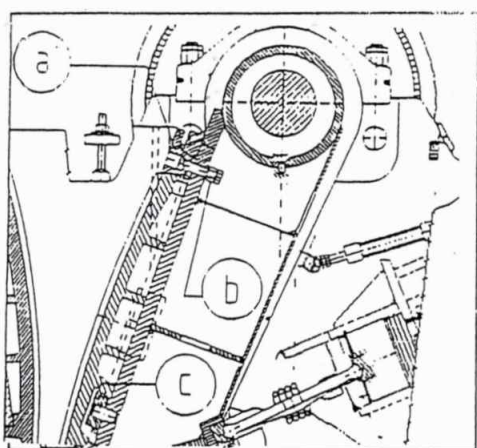

fig. 5
- Sbloccare i cunei di bloccaggio (fig. 5/A) svitandone la tiranteria (fig. 5/B) (i dadi sono raggiungibili attraverso le feritoie situate sul retro dell'oscillatore, mediante chiave a bussola, in dotazione);
- posizionare la nuova mascella (o la stessa, capovolta), assicurandosi che la sede di appoggio sia perfettamente pulita ed avendo cura che appoggi bene sui blocchetti di sostegno (fig. 5/C), che sia centrata rispetto alla base cui appoggia e che non vi siano giochi in senso verticale (a tale scopo eseguire l'aggiustaggio inserendo piccoli spessori fra la parte superiore della mascella ed i cunei di bloccaggio);